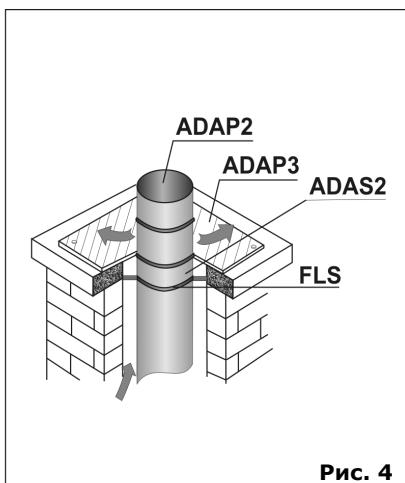

Рис. 4
11.	<p>Установите и закрепите хомуты (FLS, код продукта FLS {Ø}) вокруг облицовки на 10 см ниже уплотнительного кольца. Застегните FLSочно вокруг облицовки и следите, чтобы облицовка оставалась круглой, без вмятин. Подбирайте правильный диаметр хомута! (см. рис. 4).</p>
12.	<p>Отцентрируйте удаленный край облицовки с хомутом FLS в канале и закрепите его цементом (рис. 4). Восстановите разобранную кладку.</p>